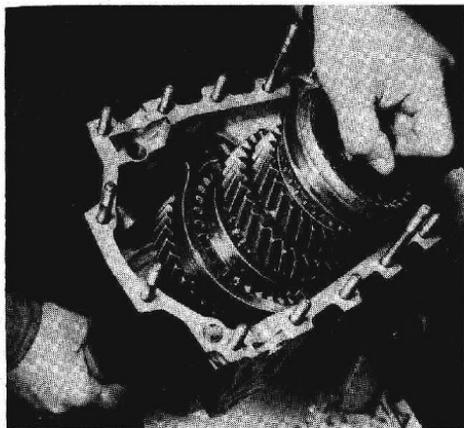

Fig. d-13
- Introducir el eje principal en la carcaza con su extremo trasero hacia abajo, (Ver Fig. d-13) hasta que el engranaje de 1ra. velocidad apoye en el interior de la carcaza.